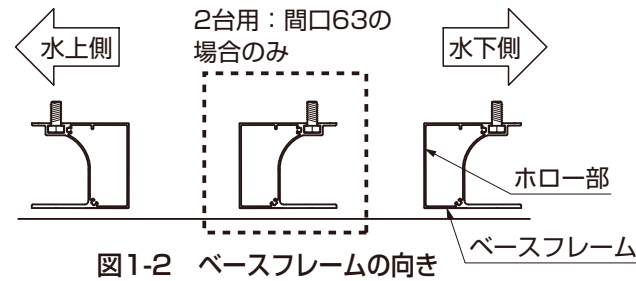

図1-2 ベースフレームの向き
- ベースフレームの向きは図1-2を参照して確認してください。